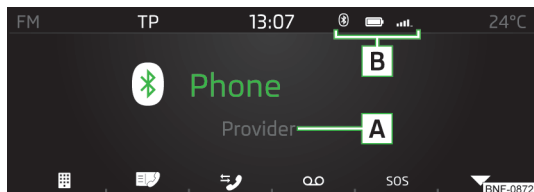

Fig. 108
- Tryk på funktionsknappen  » Fig. 108 på side 88 i hovedmenuen *Phone*.
➤ Tryk på funktionsknappen » Fig. 108 på side 88 i hovedmenuen *Phone* for at listen **vist**.
➤ Tryk på funktionsknappen ▼ » Fig. 108 på side 88 i hovedmenuen *Phone*.
► Tryk på funktionsknappen [i] » Fig. 108 på side 88 i hovedmenuen Phone for at få listen vist.